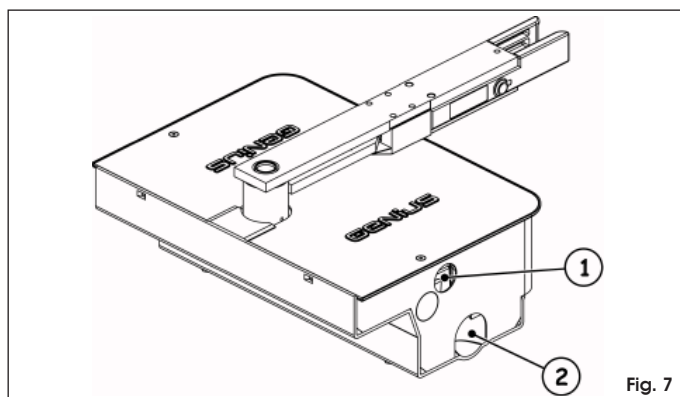

Fig. 7
3. Poser un tube de PVC de 35 mm de diamètre pour le passage d'un câble à 4 conducteurs, pour alimenter la platine électronique de commande (Fig. 7 rif. ①). D'autre part, il est recommandé de prévoir un tube de drainage pour l'eau pluviale relié à un conduit d'évacuation (Fig. 7 rif. ②).